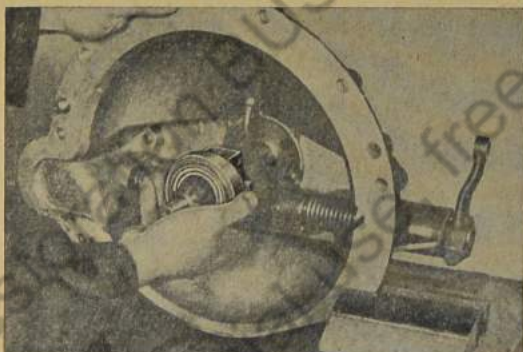

Bild 191: Ausrückmuffe mit Ausrücklager abziehen
3. Ausrückmuffe mit Ausrücklager vom Kupplungsführungslager abziehen (Bild 191).